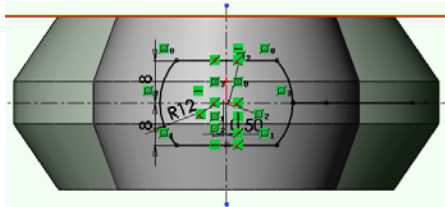

图 4-117 绘制第一个放样轮廓
⑧ 镜向草图。按住 Ctrl 键, 选取直线、圆弧和中心线, 单击“草图”工具栏中的“镜向”按钮, 生成第一个放样轮廓草图, 如图 4-117 所示, 退出草图。